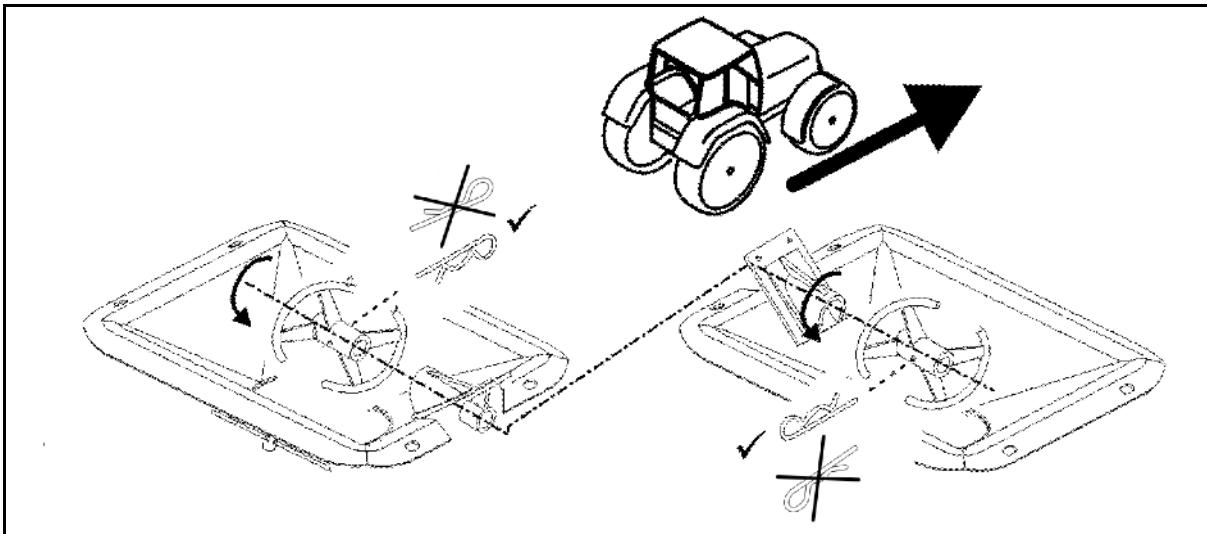

Fig. 49
- 6 skruer til veiecellen (Fig. 49/1)